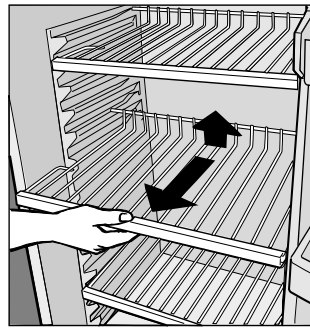

Abb. 1
- Das Kühlteil ist mit praktischen und herausnehmbaren Ablagerosten ausgestattet, welche in der Höhe verstellbar sind (Abb. 1). Daher ist es möglich, auch größere Behälter zu lagern.